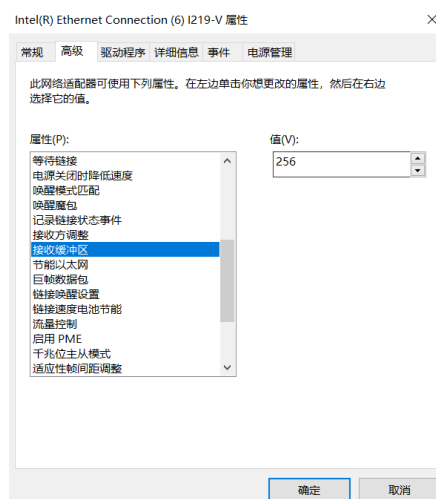

图4-3 网卡属性配置
2. 选择**硬件和声音 > 设备管理器 > 网络适配器**，选中对应的网卡，打开属性中的高级菜单进行设置，将接收缓冲区设置为最大值，如图 4-3所示。